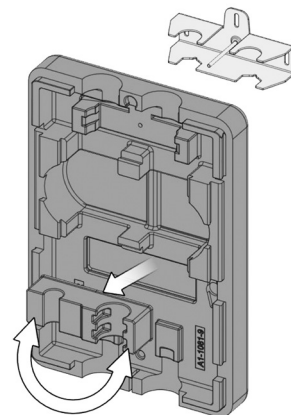

Abb. 9
4. Klemmteil (9) aus der Unterschale herausnehmen, um 180° drehen und in die Unterschale einsetzen (Abb. 9).